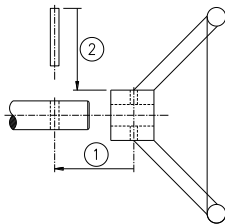

Abbildung 5: Anbau des Handrads
2. Es wird empfohlen, vor der Montage an die Armatur ein Handrad an der Eingangswelle anzubringen (siehe Abbildung 5).